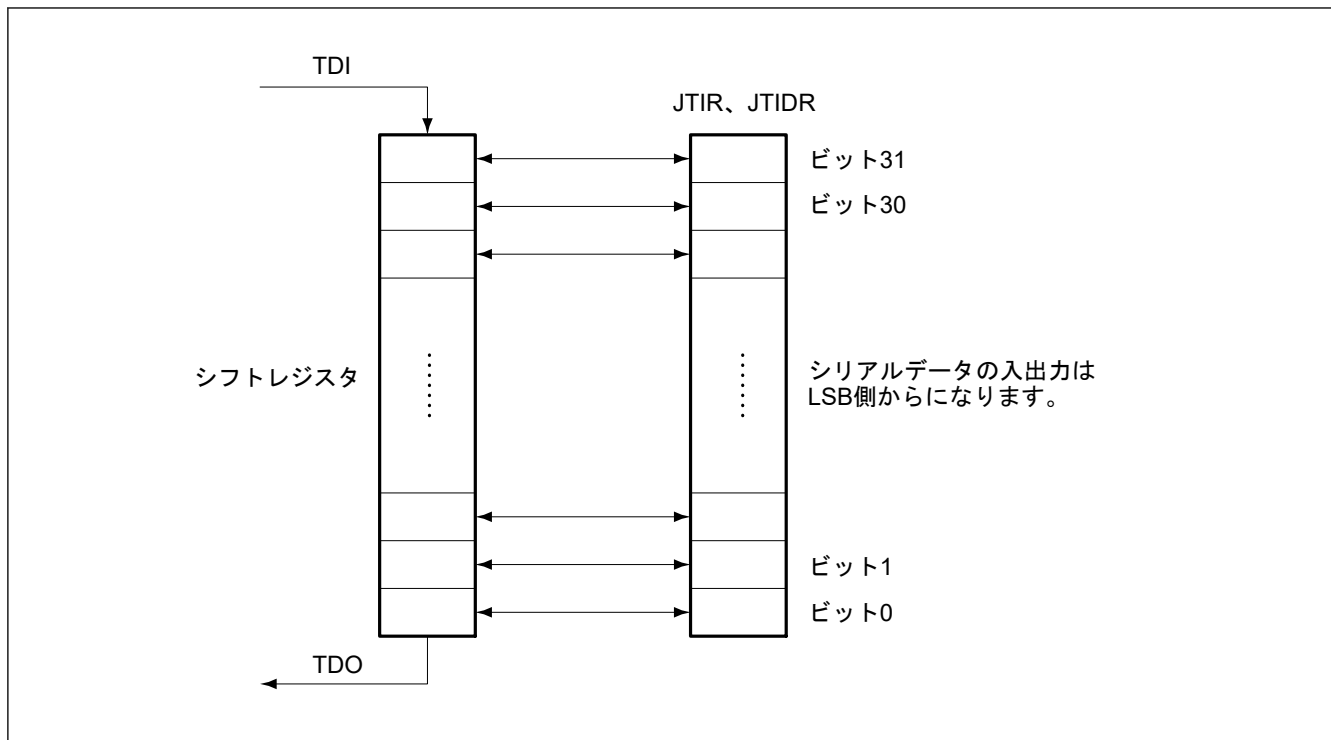

図 41.3 シリアルデータ入出力
- 図 41.3 で示すとおりシリアルデータは LSB 側から入出力します。